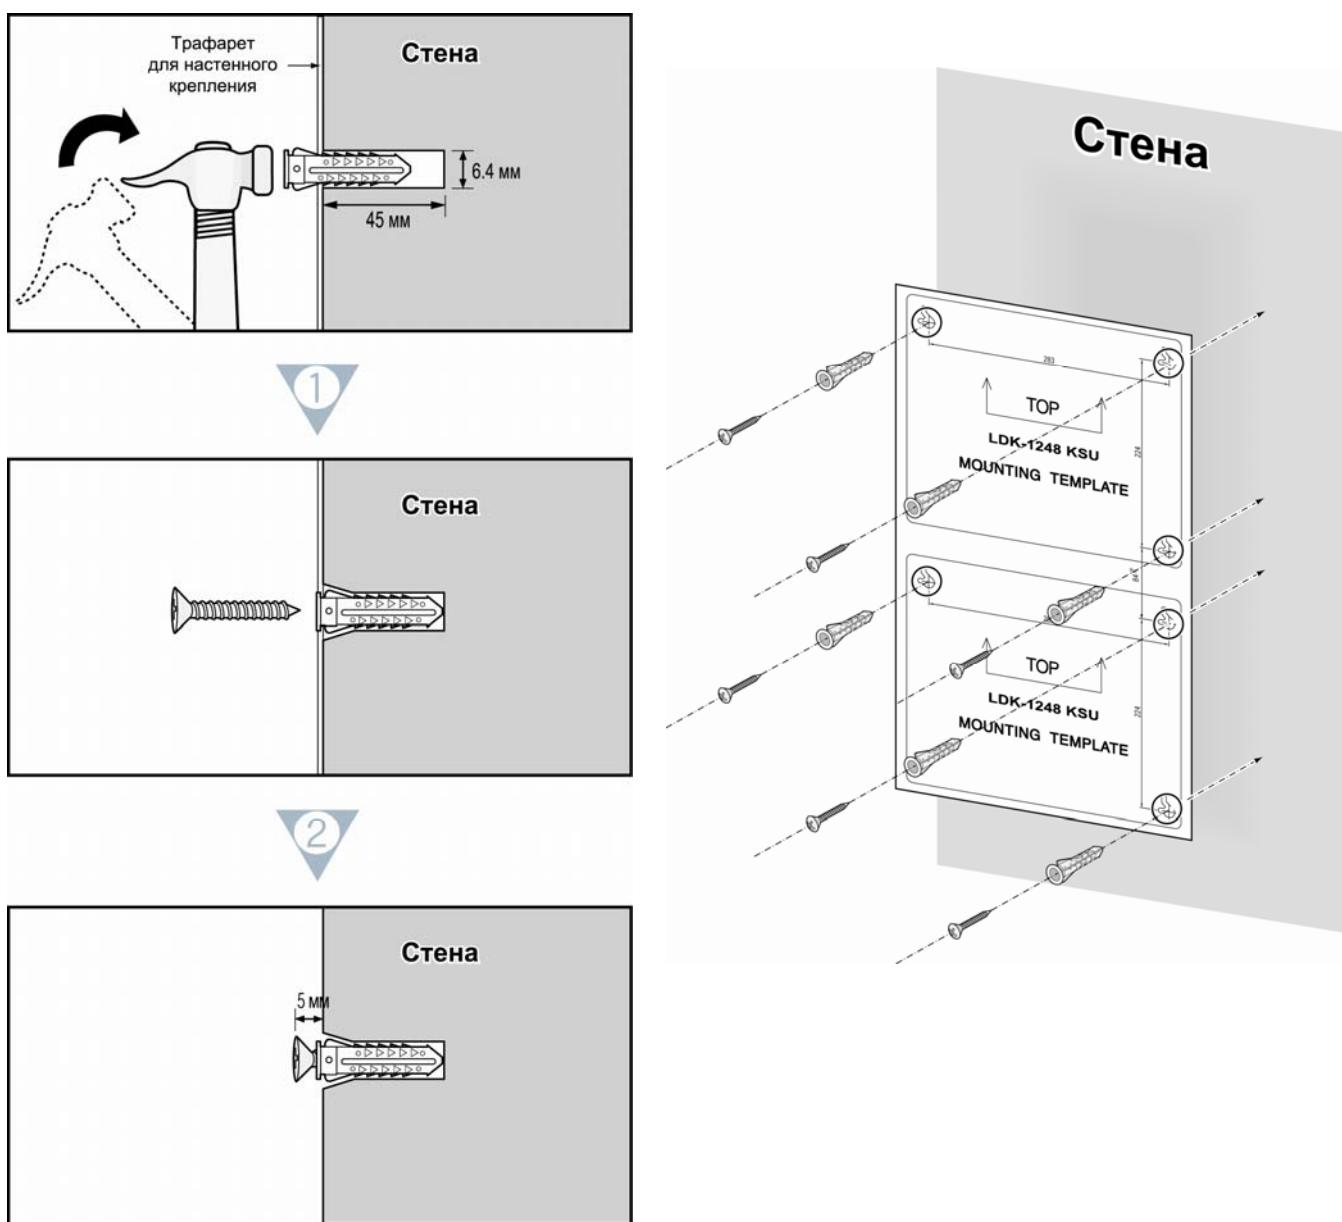

Рис. 3.3.2.1а Установка трафарета для настенного монтажа
2. Закрепите в стене 3 дюбеля, используя трафарет для настенного крепления, поставляемый в комплекте с системным блоком (Рис. 3.3.2.1а). Возможна установка блока расширения, как в вертикальном, так и в горизонтальном положении.
4. Аккуратно повесьте системный блок на саморезы. (Рис. 3.3.2.16).
2. Прикрепите стоечное крепление на нижнюю часть корпуса системного блока как показано на рис. 3.3.2.2а и прикрутите шурупами в направлении по часовой стрелке.
5. Стоечное крепление с находящейся в нем системой закрепите на стойке с помощью 4 шурупов (Рис. 3.3.2.2б).